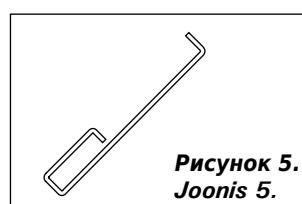

Рисунок 5.
- Внимание! При эксплуатации ручки нагреваются. Для открывания и закрывания дверцы топки и зольника используйте поставляемое приспособление (рисунок 5).**